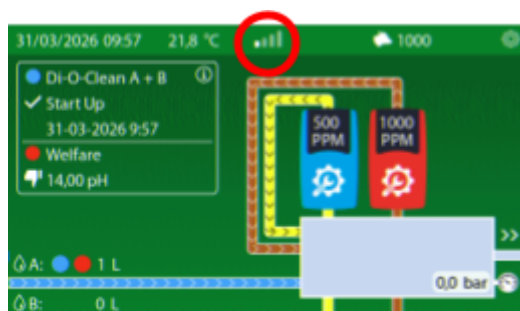

Figure 65.
- Portée suffisante : la connexion est stable dès que 2 barres ou plus sont visibles (voir figures 65 et 66).